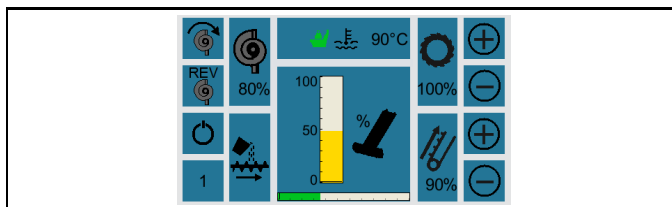
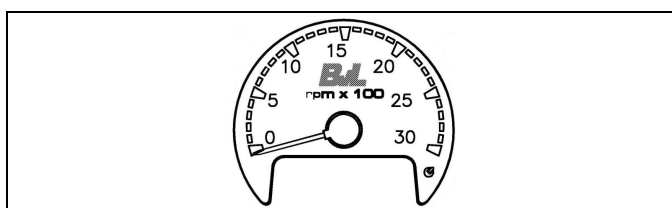

Abb. 5-38: Grundbild Laden
Abb. 5-39: Drehzahlmesser
1. Drehschalter (1) in Position "1" (Laden) stellen.
- Es erscheint das Grundbild "Laden" (Abb. 5-38) auf dem Info- und Bedienterminal (2).
2. Über den Handgashebel (3) eine Motordrehzahl zwischen 800 - 2000 min⁻¹ für den Dieselmotor einstellen.
- Die Motordrehzahl wird am Drehzahlmesser (Abb. 5-39) angezeigt.